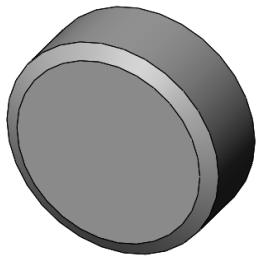

图 5-10 零件实体模型
- [1] 打开初始文件“Z5L3.prt”，零件实体模型如图 5-10 所示。